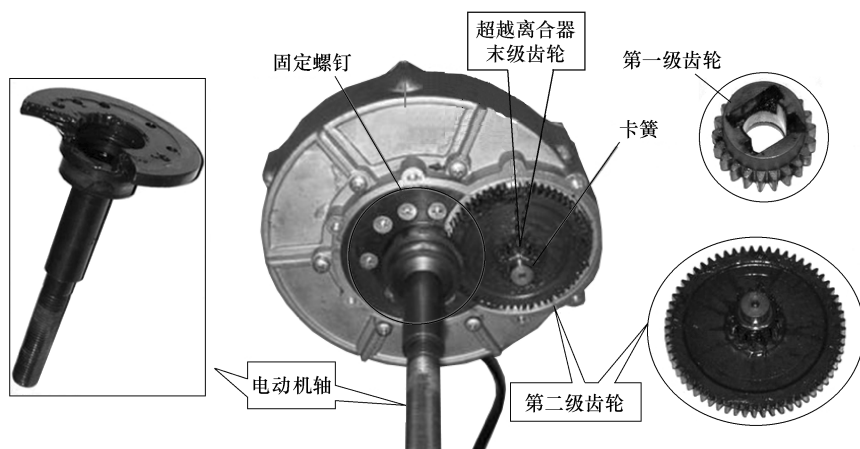

图 6-49 卸下电动机轴和齿轮
5) 取下卡簧，即可取下超越离合器末级齿轮和二级齿轮；用十字螺钉旋具拧下电动机轴的几颗固定螺钉，即可取下电动机轴；用尖嘴钳取下防脱卡簧片，取下垫片就能取出第一级齿轮，如图 6-49 所示。